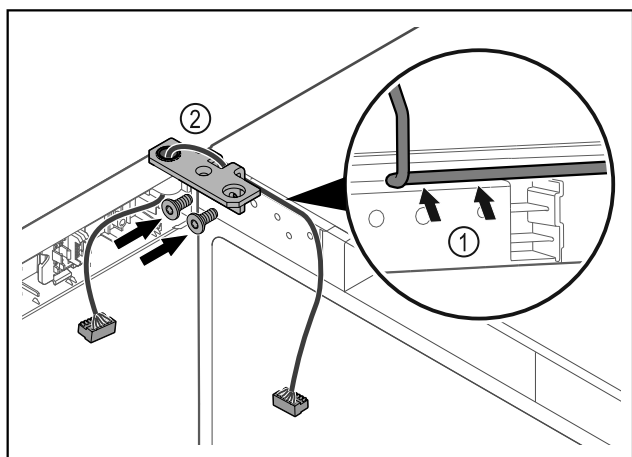

Fig. 53
- ▶ Проведите кабель через отверстие в шарнирном уголке и аккуратно уложите его Fig. 53 (1).
- ▶ Привинтите шарнирные уголки Fig. 53 (2).